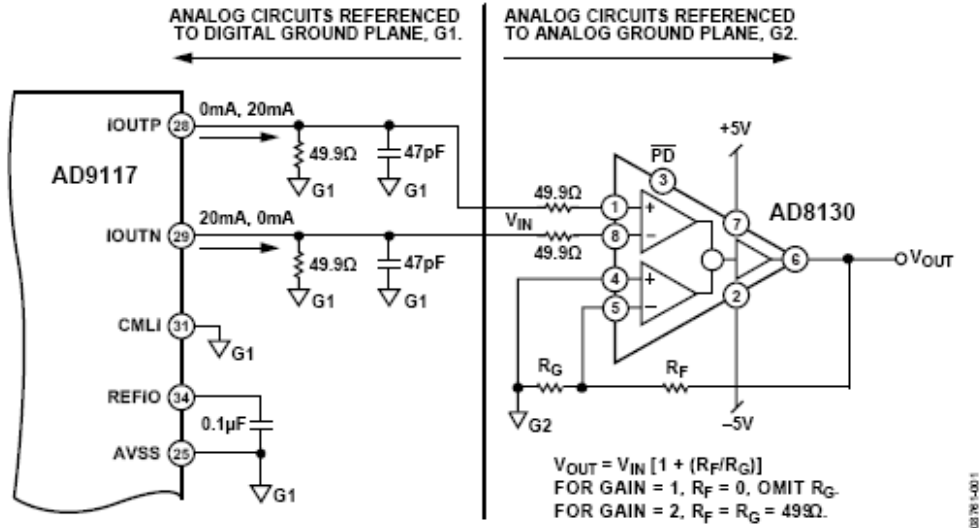

图1. 用接收器 AD8130 实现高速 TxDAC 差分转单端（原理示意图，未显示去耦和所有连接）
0.1  $\mu$ F 电容对 AD9117 内部基准电压源去耦。应将一个 0.1  $\mu$ F 低电感陶瓷去耦电容(图 1 未显示)与  $V_{DD}$  相连,并使其非常靠近 AD9117。